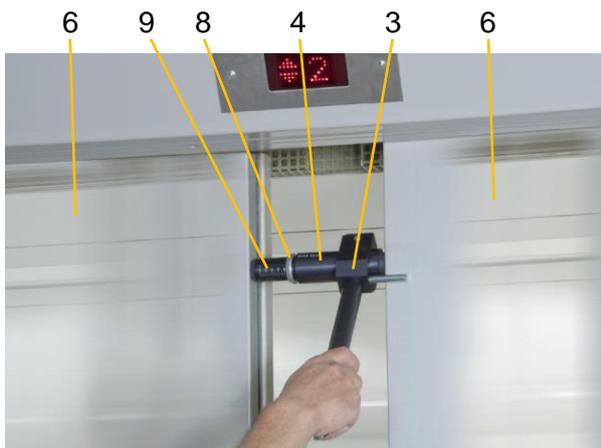

Bild 5
- C Kabinen- und Schachttüre ganz öffnen (Bild 5).